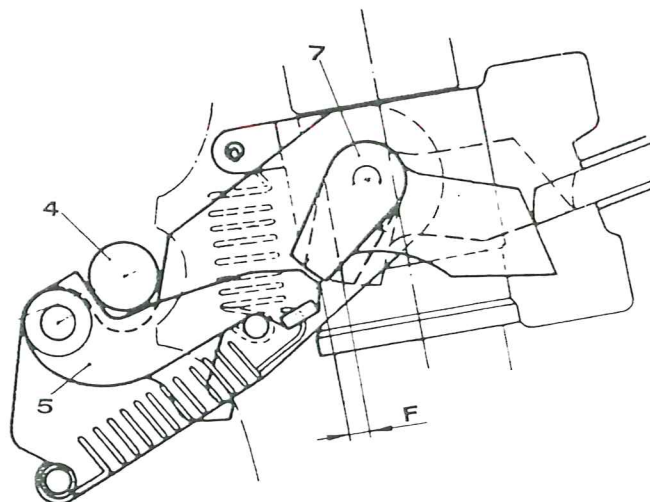

Fig. 50
- b. Kontrollera att full överlappning erhålls mellan låsbygelns klackar och fjäderhakarnas 5 fig 50 anslagsytor när backväxeln är ilagd.
- c. Spelet mellan låsbygelns klackar och fjäderhakens anslagsytor i neutralläge skall vara ca 2 mm. Mått vid F fig. 50.